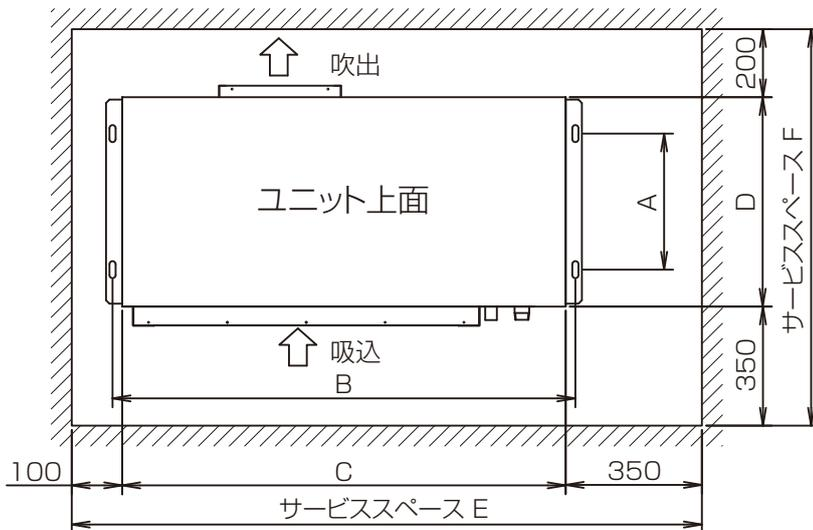

図 1
- ユニットの据付は、保守サービスが容易にできるように図 1 に示すサービススペースを本体の周囲に取ってください。